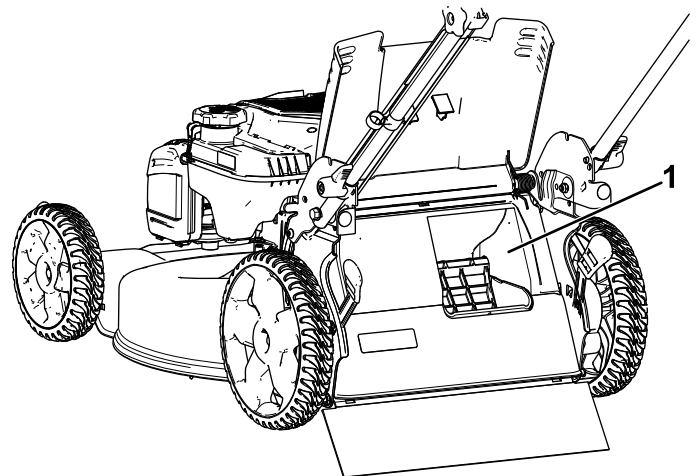

Figura 19
**Importante:** Para garantir o funcionamento correto, desligue o motor, aguarde que todas as peças móveis parem e, em seguida, retire aparas e detritos da abertura de uso do saco a pedido e em redor da abertura (Figura 19) antes de deslocar a alavanca de uma posição para a outra.